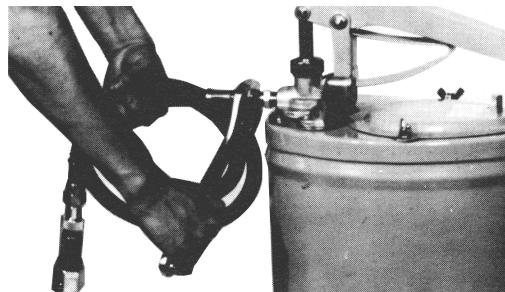

Fig.1
- 1) ポンプ組立のオイル吐出口に、付属の耐油ホースを取り付けます。手で十分にねじ込み、緩まないようスパナなどで締め付けてください (Fig.1)